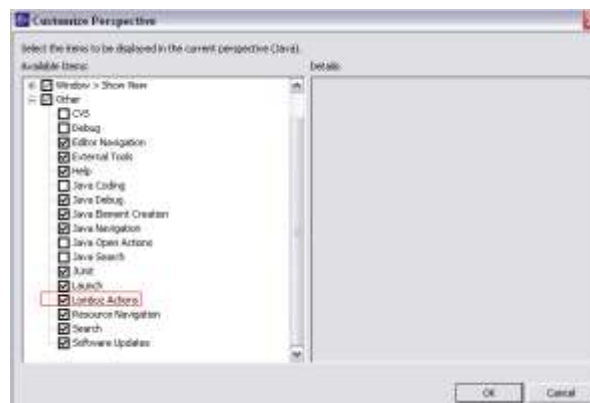

Figura 7 Menú Window > Customize Perspective > Other
- Menú **Window > Customize Perspective > Other**, selección sub-nodo **Lomboz Actions**. figura 7 .
- Activar el botón SPC?, para realizar una consulta a la base de datos del control de obra o presupuesto, en la cual se encuentra la información que describe el producto y la ubicación dentro de la obra, ver figura 7.
- Al estar de acuerdo con la ubicación se procede a relacionar esta información con el código EPC que se obtuvo, acción que realiza el botón “Relacionar” esta nueva información (descripción del producto y ubicación) es añadida a la tag, ver figura 7.